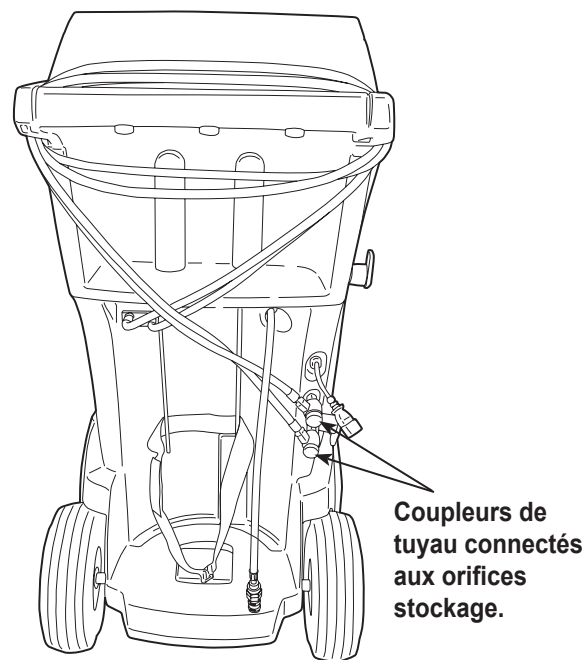

Figure 10
2. Faites passer deux fois les tuyaux de service autour de la poignée et attachez-les aux orifices de stockage. Voir Figure 10.